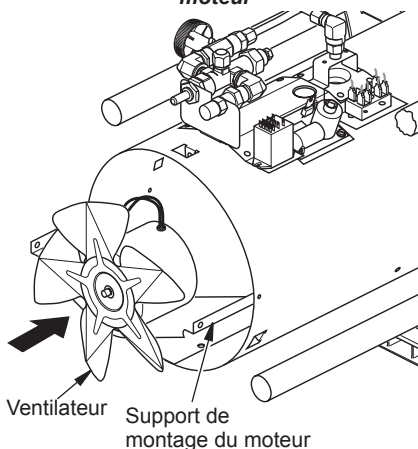

Figure 8 - Ventilateur et moteur retournés pour le nettoyage
8. Retournez le moteur et le ventilateur. Placez le moteur et le ventilateur dans l'habillage par l'arrière. *Remarque* : le moteur ira dans l'habillage en premier (voir figure 8).
9. Alignez les trous de montage arrière de l'habillage avec le premier trou sur chaque côté du support de montage du moteur (voir figure 8). *Remarque* : quand les trous sont alignés, le ventilateur doit être en dehors de l'habillage.